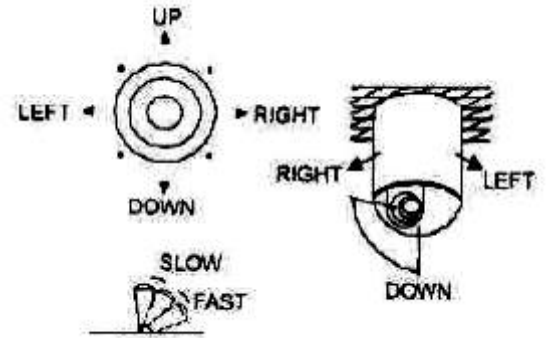

Figure 3
12. Использование джойстика для управления скоростной купольной камерой: Вы можете использовать джойстик, для контроля направления поворота/наклона и скорости купольной камеры (Figure 3). Скорость наклона/поворота управляется углом наклона джойстика. Изменяя угол наклона джойстика вы можете установить скорость поворота камеры. Камера может автоматически фокусироваться в направлении сканирования, сохраняя четкость изображения.